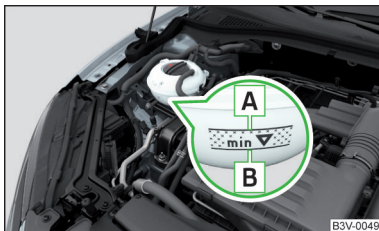

Abb. 322
Kühlmittelstand prüfen - der Kühlmittelstand muss zwischen den Markierungen **A** und **B** liegen » Abb. 322. Liegt der Kühlmittelstand unterhalb der Markierung **B**, das Kühlmittel nachfüllen.
Die **Spezifikation** des Kühlmittels ist auf dem Kühlmittelausgleichsbehälter aufgeführt » Abb. 322.
- Das Kühlmittel nicht über die Markierung **A** auffüllen » Abb. 322. Das Kühlmittel könnte bei Erwärmung aus dem Kühlsystem gedrückt werden - es besteht die Gefahr einer Beschädigung der Motorraumteile.